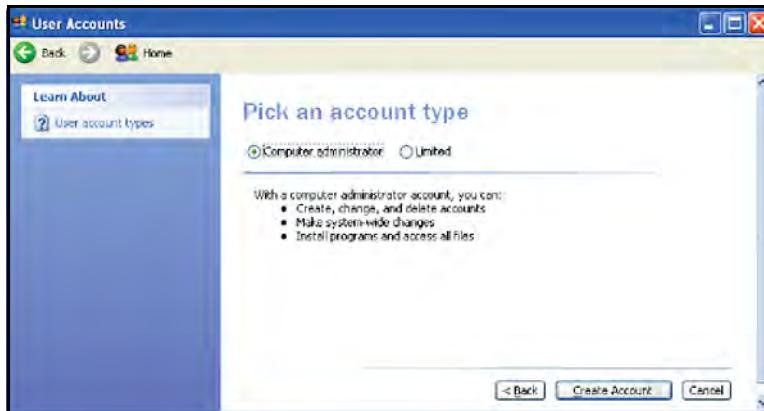

Рис. 111: Тип учетной записи
4. Выберите тип учетной записи (см. Рис. 111 ниже) и щелкните Создать учетную запись (Create Account).